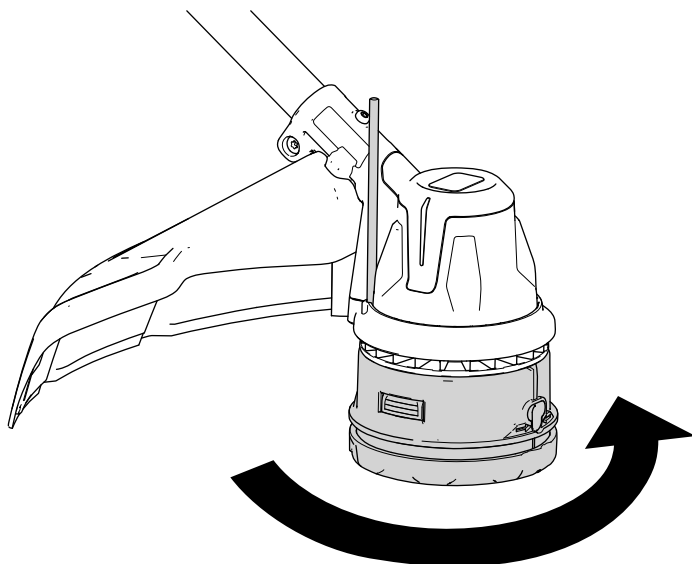

Figura 17
3. Con el cabezal de la desbrozadora inmovilizado por la herramienta, gire el cabezal de la desbrozadora en sentido antihorario para retirarla del espárrago roscado de la caja de engranajes (**Figura 17**).